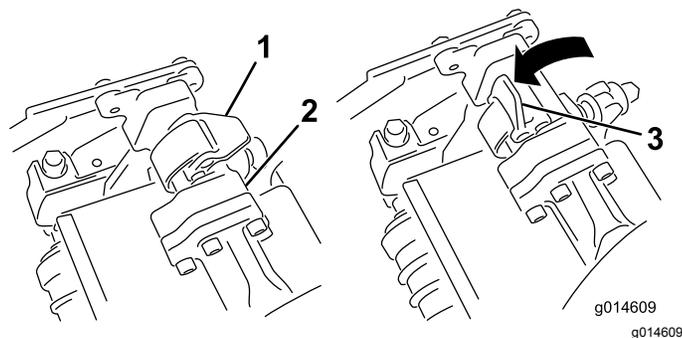
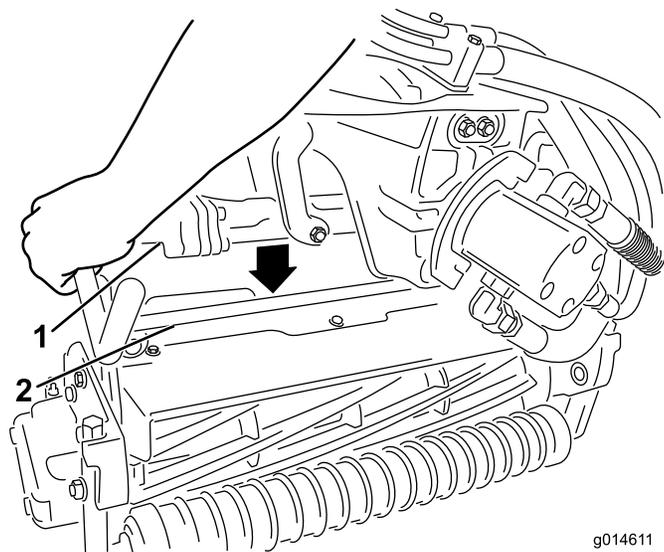

图12
图13
9. 当悬挂臂杆上的闭锁指向上方即打开时图12向下压悬挂臂使悬挂臂杆与滚刀组上方的支架相契合图13。
10. 向下并绕着滚刀组横杆关闭闭锁将它们锁定到位图12。